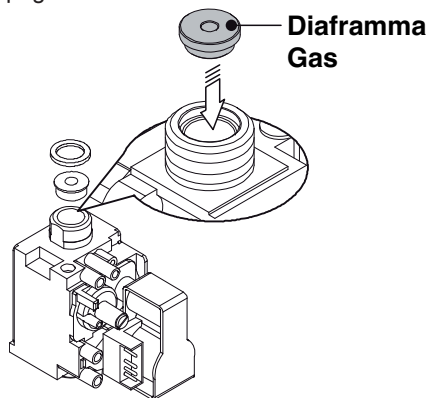

Figura 8.2
- Eseguire la trasformazione del tipo di gas sostituendo correttamente il diaframma gas Figura 8.2, facendo riferimento alla sezione "Dati tecnici M150.50SR/..." a pag. 22.